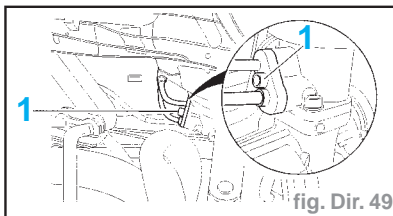

fig. Dir. 49
- Déposer la vis (1) (fig. Dir. 49).
- la vis (1) (fig. Dir. 49)
- Serrer la vis (1) à **2 daN.m**.